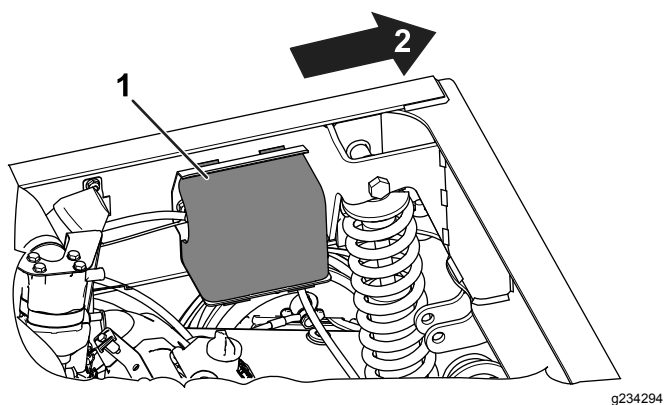

Figure 4
1. Déposez le couvercle du solénoïde de démarrage/contact (Figure 4).